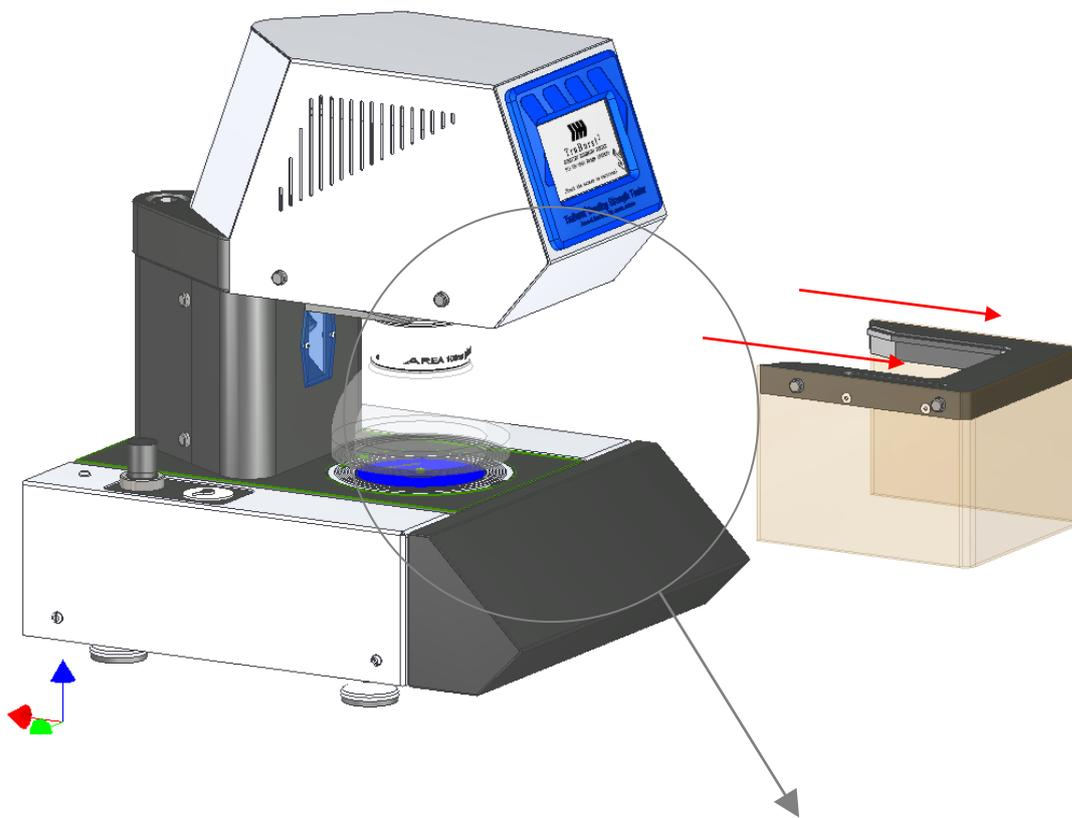

Figura 5: Eliminazione la protezione protettiva e dell'assemblea della cupola
- 3.5.2. *Figura 5*, accertar che la macchina sia (aprir) nella posizione unclamped con tutti gli esemplari rimossi.